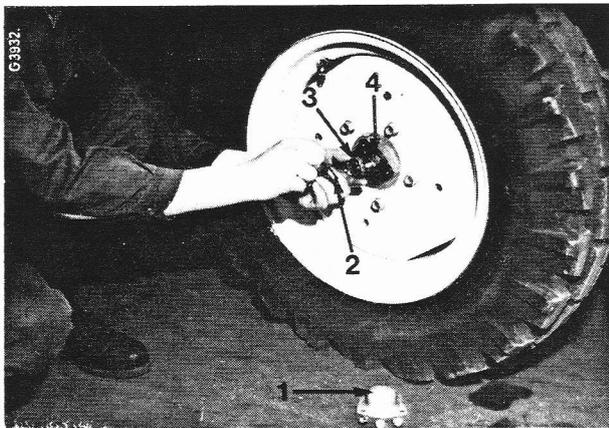

Figure 106
Si nécessaire, enlevez les chapeaux de moyeux (1, fig. 106) et les chapeaux de blocage (3), puis resserrez l'écrou de